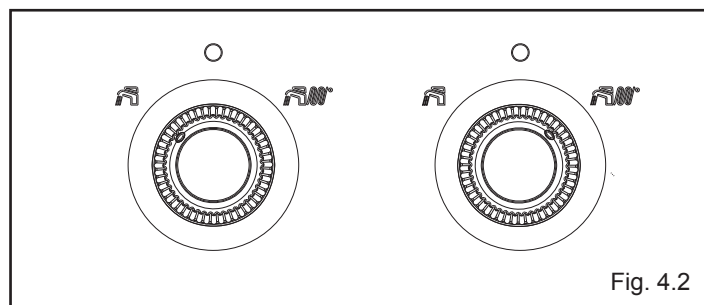

Fig. 4.2
- posizionare l'interruttore generale su acceso e il selettore di funzione su estate  o inverno  (fig. 4.2) a seconda del tipo di funzionamento prescelto.